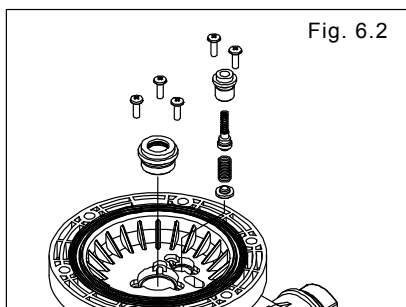

Fig. 6.2
- Extraiga el conjunto de la válvula piloto. [Fig. 6.2]
- Extraiga el buje de admisión. [Fig. 6.2]